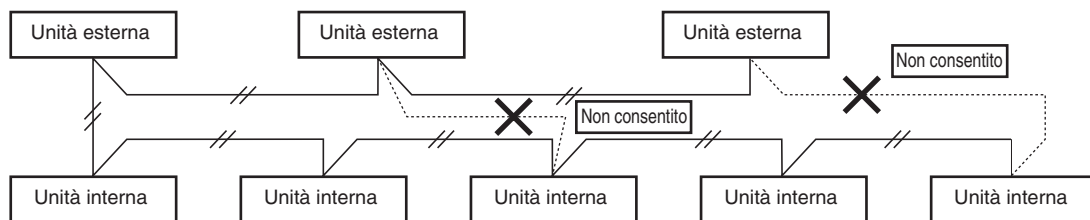

Fig. 4-3
- (1) Se si collegano le unità esterne in una rete, scollegare il terminale che fuoriesce dallo spinotto di corto circuito di tutte le unità esterne tranne una. (Al momento della spedizione dalla fabbrica: in stato di corto-circuito.) Per un sistema senza collegamenti (nessun cavo di collegamento fra unità esterne) non rimuovere lo spinotto di messa in corto.
- (2) Non installare i cavi di collegamento fra unità esterne in modo che formino un anello. (Fig. 4-3)